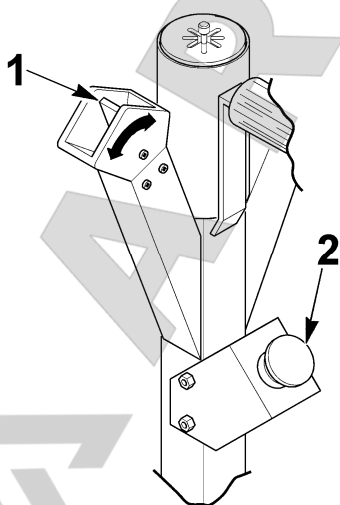

Рис.15
9. Для смыкания и размыкания держателя колеса используйте соответствующий орган управления (#1 Рис.15).
A. ФИКСАТОР ИНСТРУМЕНТА (1, Рис. 15а) ДОЛЖЕН ПРИМЕНЯТЬСЯ ТОЛЬКО ПРИ ИСПОЛЬЗОВАНИИ ДИСКОВОГО ИНСТРУМЕНТА НА КОЛЕСАХ С ДИСКАМИ.
Рис.15а